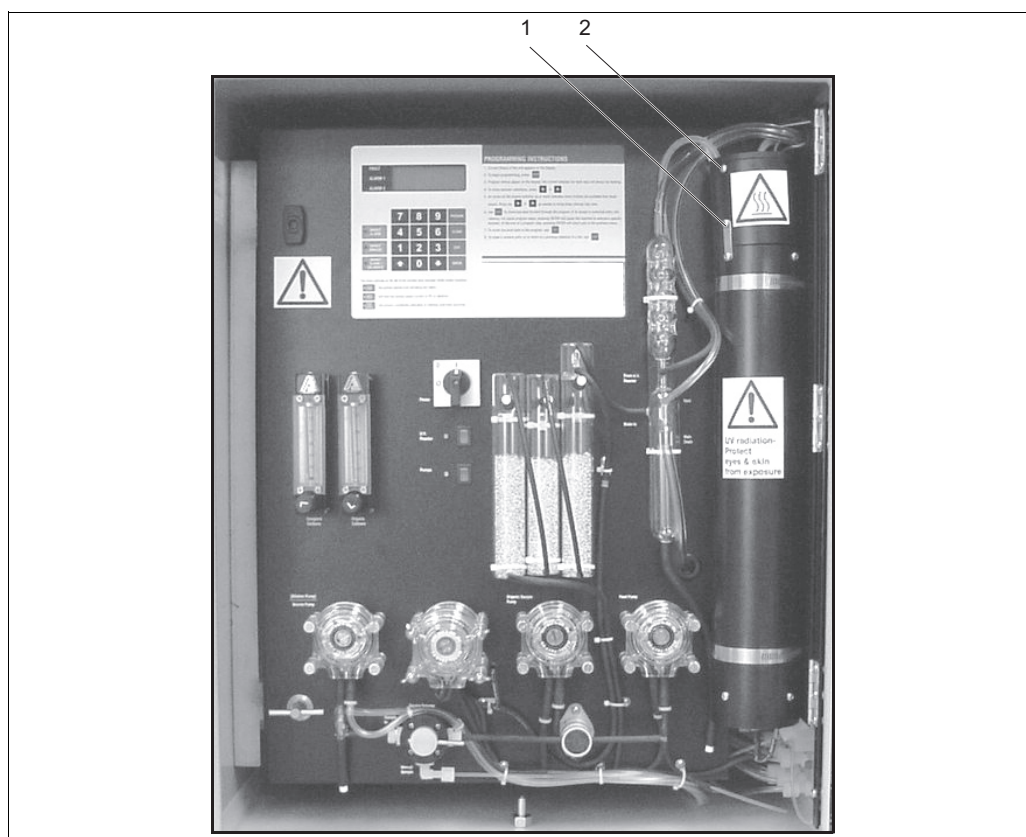

Fig. 5: Reattore UV
2. Rimuovere la vite a croce superiore sulla piattina di massa del reattore (pos. 1, fig. 5).
3. Rimuovere la vite a croce sopra la piattina di massa (pos. 2, fig. 5).